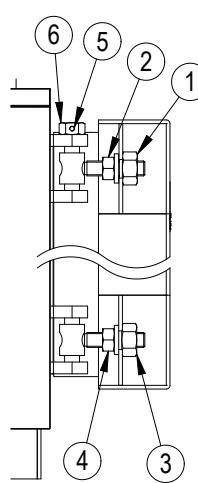

fig. 10
5.6.2 Pour les modèles MEGAPREX 720N÷1060N (Fig. 10)